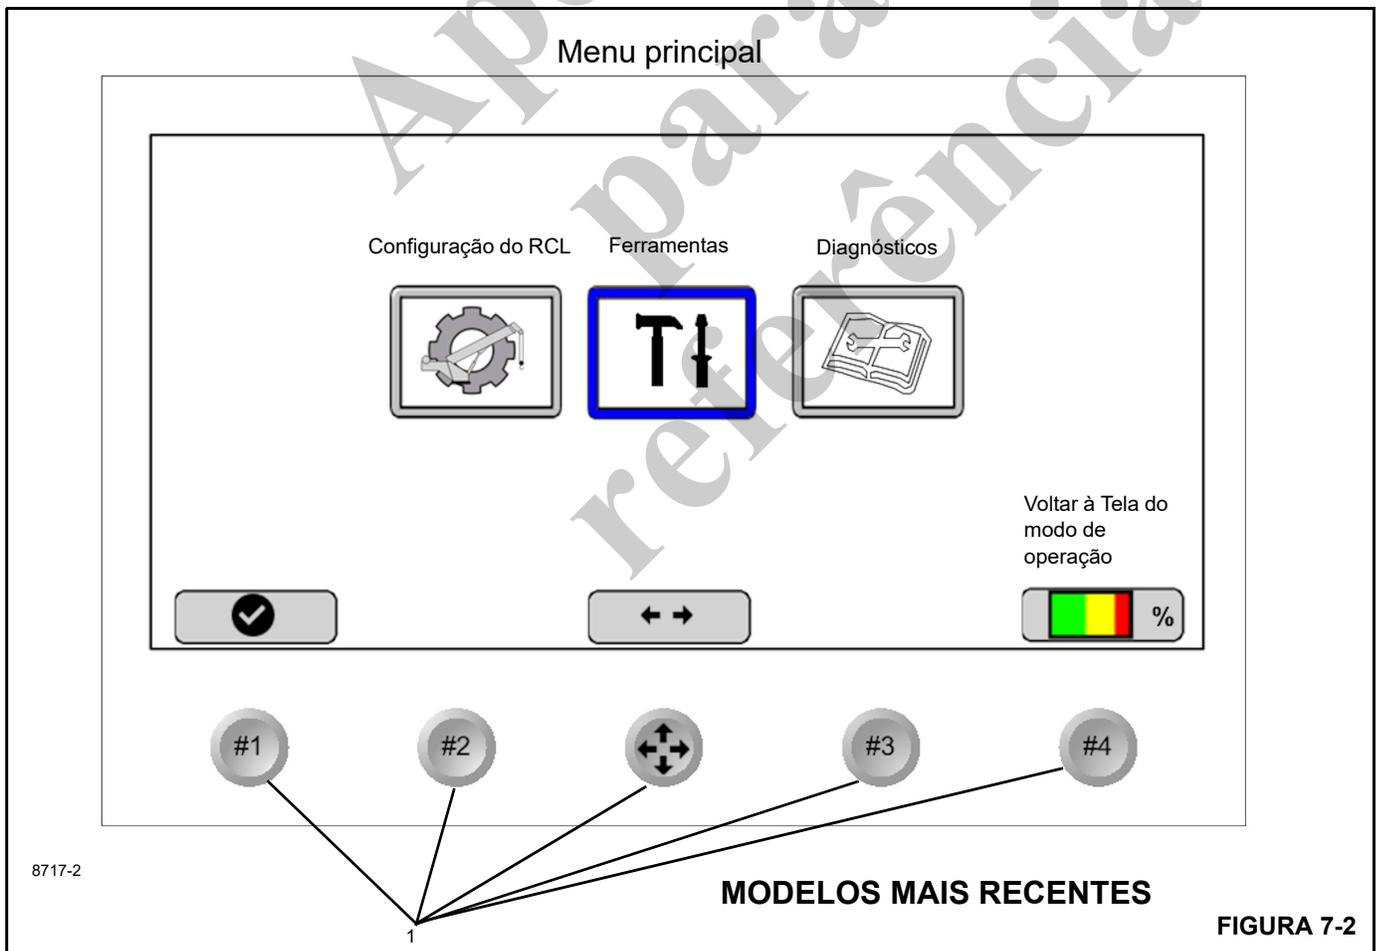

FIGURA 7-2
A tela do **Menu principal** (Figura 7-2) está dividida em três seções importantes usadas para configurar, operar, calibrar e detectar e solucionar problemas do sistema do RCL (Limitador de capacidade nominal).
- **Configuração do RCL** — destaque e pressione a tecla de função Selecionar (Figura 7-2) para configurar o sistema RCL. Essa tela inclui a configuração e a determinação dos limites operacionais da lança, dos estabilizadores, do guincho e da passagem de cabos pelo moitão. A tela de configuração do RCL inclui também a tela de modo operacional do RCL. Consulte a página 7-6.
- **Ferramentas** — destaque e selecione a tecla de função (Figura 7-2) para acessar a tela de ferramentas; consulte a página 7-15. Esta tela inclui telas de configuração do RCL e de calibragem de sensores e informações de exibição de medições.
- **Diagnóstico** — destaque e pressione a tecla de função Selecionar N° 3 (Figura 7-2) para acessar o menu de diagnóstico do RCL; consulte a página 7-20. Este menu inclui: telas de Informações e atenções da máquina, Monitoramento de falhas
A tela do **Menu principal** possui *teclas de função* (Figura 7-2) que são usadas para destacar e selecionar as funções indicadas na tela do mostrador.
NOTA: Na inicialização do RCL, a tela inicial da Manitowoc e a tela do logotipo da National Crane aparecem cada uma durante alguns segundos, antes de a tela Menu principal ser exibida (Figura 7-2).
Selecione o ícone de configuração de RCL no menu principal para iniciar a configuração de RCL (Figura 7-2).